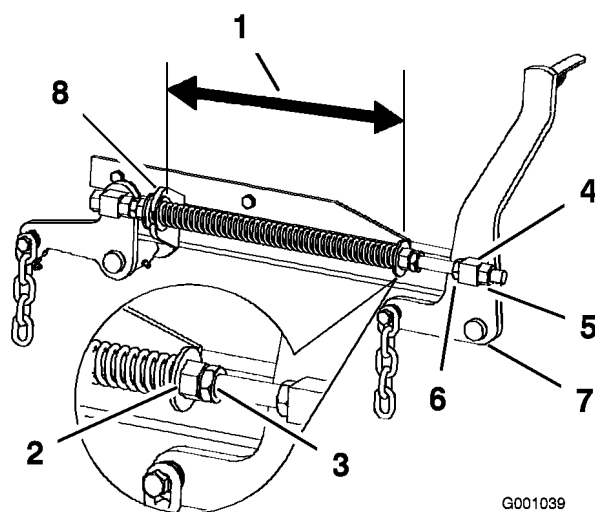

Figure 62
2. Vérifiez que les deux grandes rondelles sont espacées de 28,2 cm pour les plateaux de coupe de 52 pouces, et de 26,7 cm pour les plateaux de coupe de 60 pouces (Figure 62).
3. Réglez cette distance en desserrant l'écrou de blocage du ressort et en tournant l'écrou devant chaque ressort (Figure 62).
4. Bloquez l'écrou en position en serrant l'écrou de blocage du ressort (Figure 62).